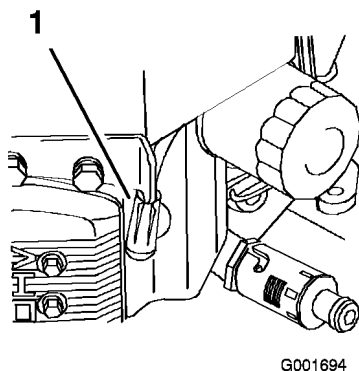

Figura 37
3. Desconecte los cables de las bujías (Figura 37).